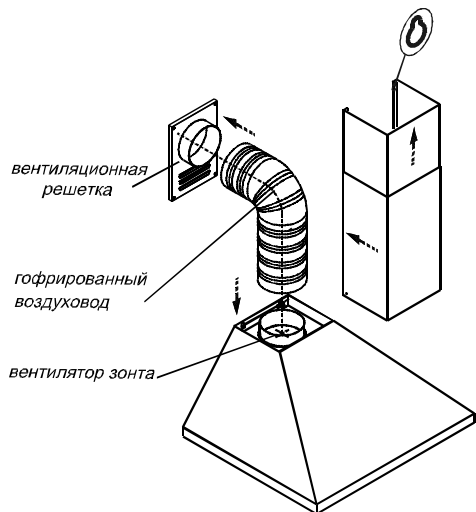
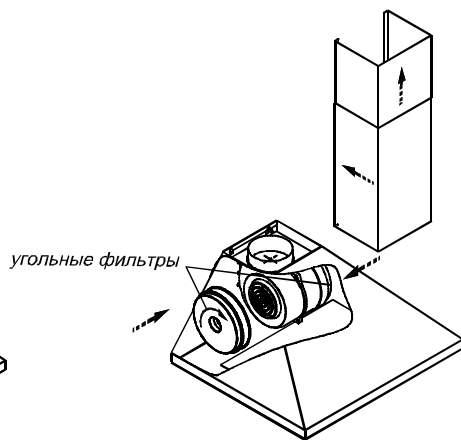

РИС. 5
РИС. 6
6.3 В зависимости от режима эксплуатации зонта соедините вентилятор с вентиляционной решеткой полужестким гофрированным воздуховодом (рис. 5) или установите на вентилятор угольные фильтры\* (рис. 6).
6.4 Установите фальштрубы (рис. 5, 6). Выдвиньте верхнюю фальштрубу и навесьте ее на ввернутые шурупы через отверстия типа “замочная скважина”.
- будьте осторожны при установке фальштруб (рис. 5), не повредите поверхности из нержавеющей стали. Их легко поцарапать.